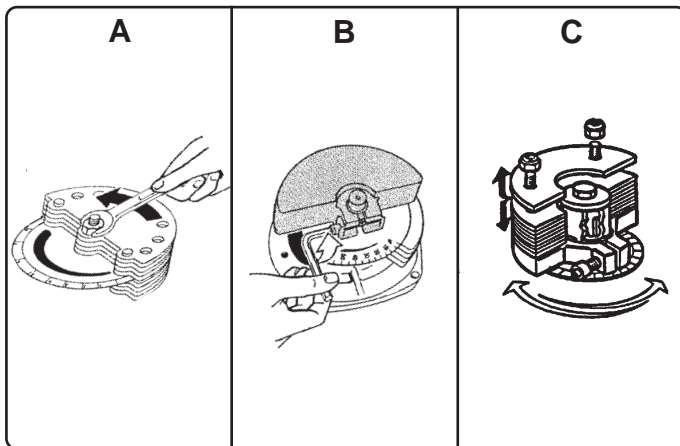

Fig. 20
- Svitare la vite o il dado di serraggio della massa mobile (Fig. 20-A, 20-B) oppure sfilare i settori lamellari svitando i dadi (Fig. 20-A, 20-C)
- Unscrew the screw or nut that holds the mobile weight in place (Fig. 20-A, 20-B) or remove the lamellar sectors by unscrewing the nuts (Fig. 20-A, 20-C).
- Dévisser la vis ou l'écrou de serrage de la masse mobile (Fig. 20-A, 20-B) ou bien retirer les secteurs lamellaires en dévissant les écrous (Fig. 20-A, 20-C).
- *Die Schraube oder die Anzugmutter der beweglichen Schwingmasse abnehmen (Abb. 20-A, 20-B) oder die Lamellensektoren herausziehen, indem man die Muttern losdreht (Abb. 20-A, 20-C).*
- Desenroscar el tornillo o la tuerca de fijación de la masa móvil (Fig. 20-A, 20-B) o bien quitar los sectores lamelares aflojando las tuercas (Fig. 20-A, 20-C).